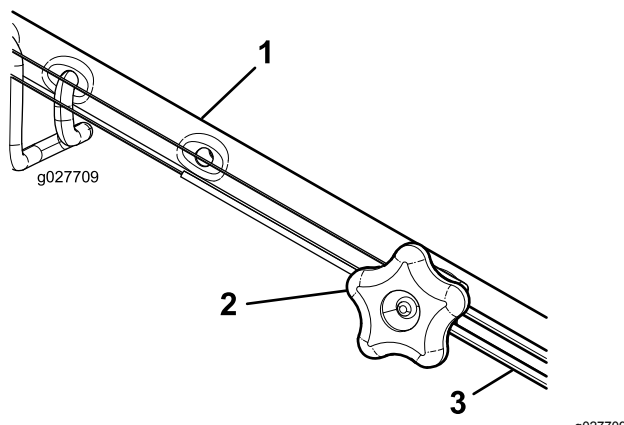

Figura 39
1. Gire el pomo de ajuste en sentido antihorario para aflojar el cable (Figura 39).
2. Ajuste la tensión del cable (Figura 39) tirando del mismo hacia atrás o empujándolo hacia adelante, y sujételo en esa posición.